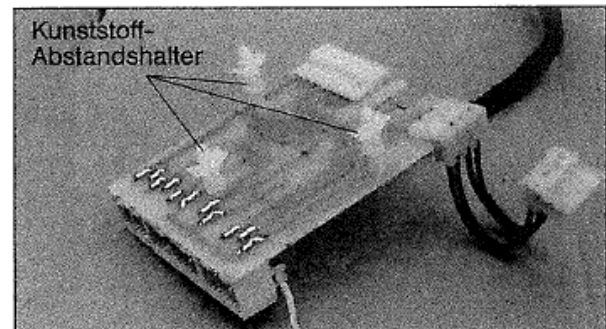

Abb. 4 Erweiterungsplatine, vorbereitet für HS 3003
- Erweiterungsplatine Netzseite mit 3 Kunststoff-Abstandshaltern auf der Unterseite ergänzen (Abb. 4).